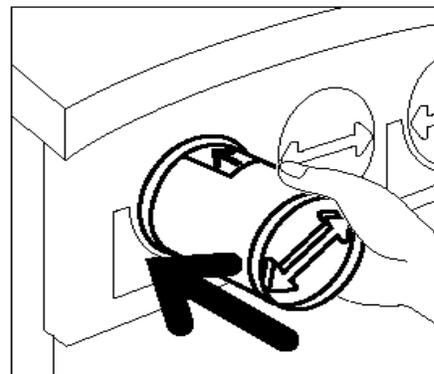

Abb. 12: Pfeil auf Patrone ausrichten und Patrone hineinschieben
- 7 Den Pfeil auf der Patrone an dem Pfeil oben an der Öffnung ausrichten und die Patrone in das Gerät hineinschieben (s. Abb. 12).